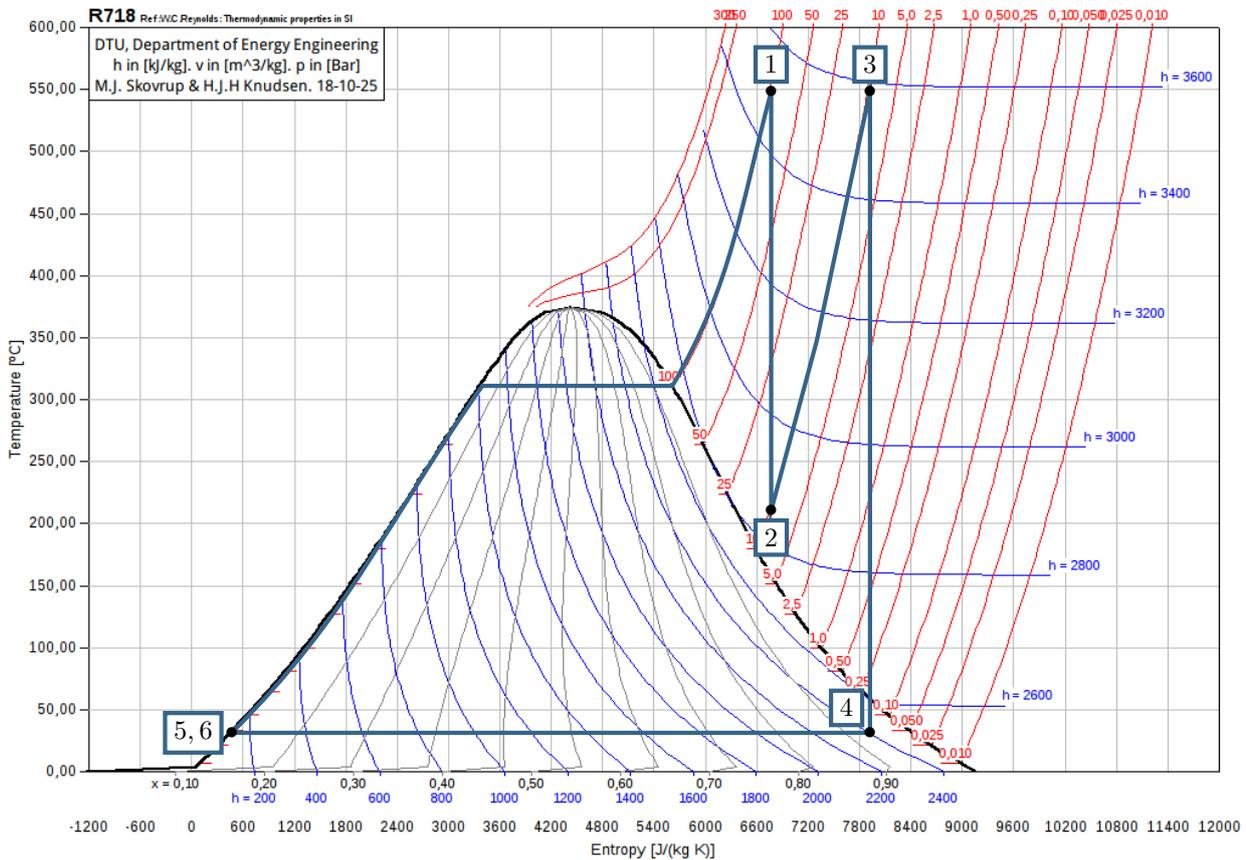

Figure 1 – Diagramme entropique complété.
- 1 Le diagramme entropique est représenté figure 1.